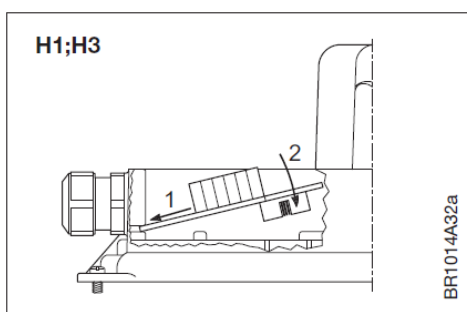
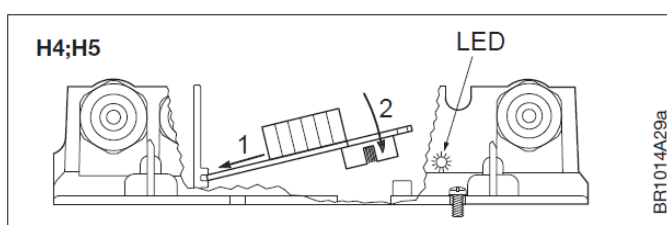

Abb. 9-3
Abb. 9-5
- Für die Installation die Platine in angestelltem Winkel vorsichtig in den Dreipunkthalter im Raum zwischen den Eingangs- und den Motorausgangsklemmen einsetzen (siehe Abb. 9-3 für H1 und H3, siehe Abb. 9-5 für H4 und H5).